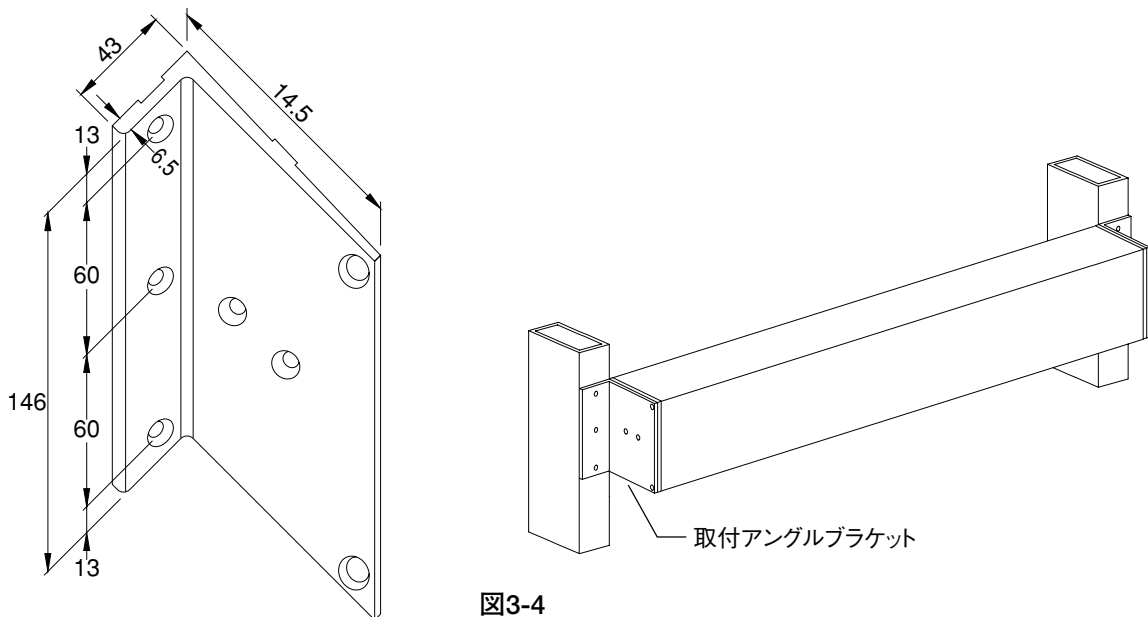

図3-4
3.4 取り付け説明書に従って、取付アングルブラケットでヘッダーを立て枠に取り付けて下さい。(図3-4)